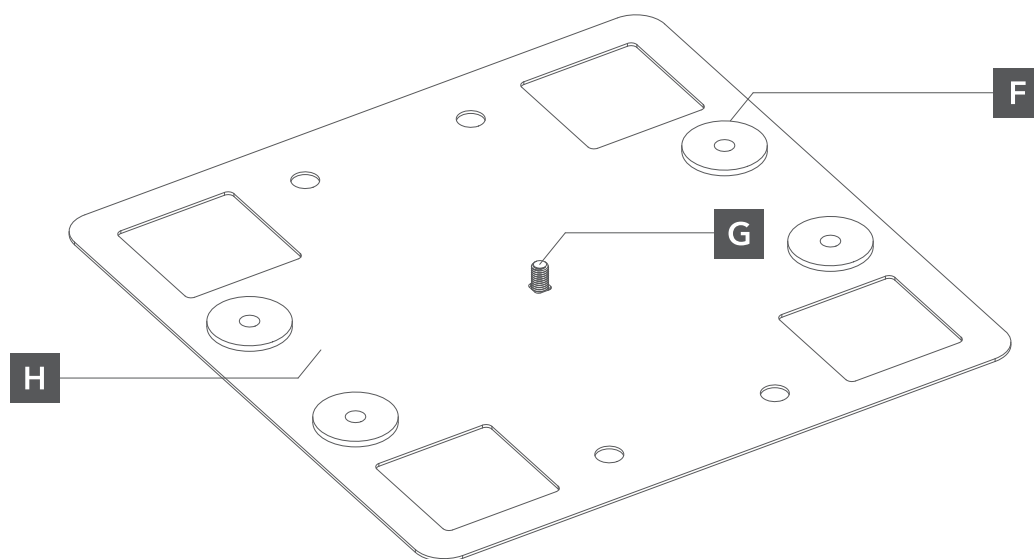

Rys. 1. Plan rozmieszczenia modułów
- 1 Przed przystąpieniem do montażu należy określić plan rozmieszczenia modułów (Rys. 1) oraz płytek mocujących (Rys. 2). Sposób mocowania konstrukcji montażowej do połaci dachu uzależniony jest od jego rodzaju i dobierany jest indywidualnie.